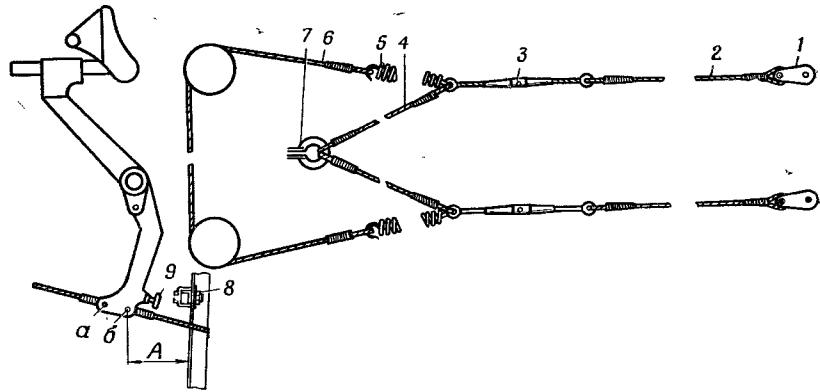
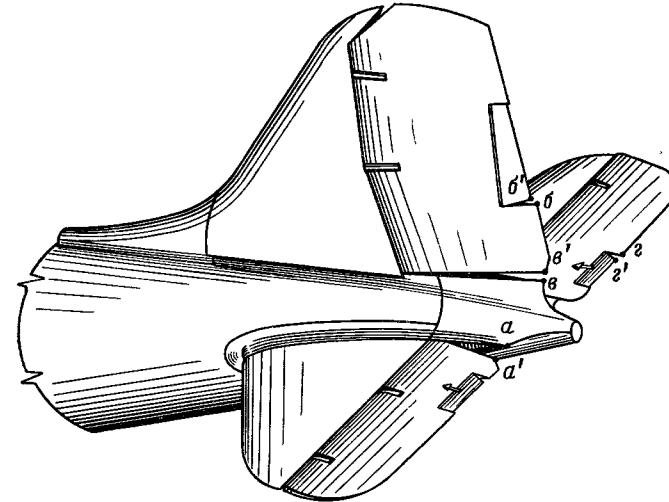
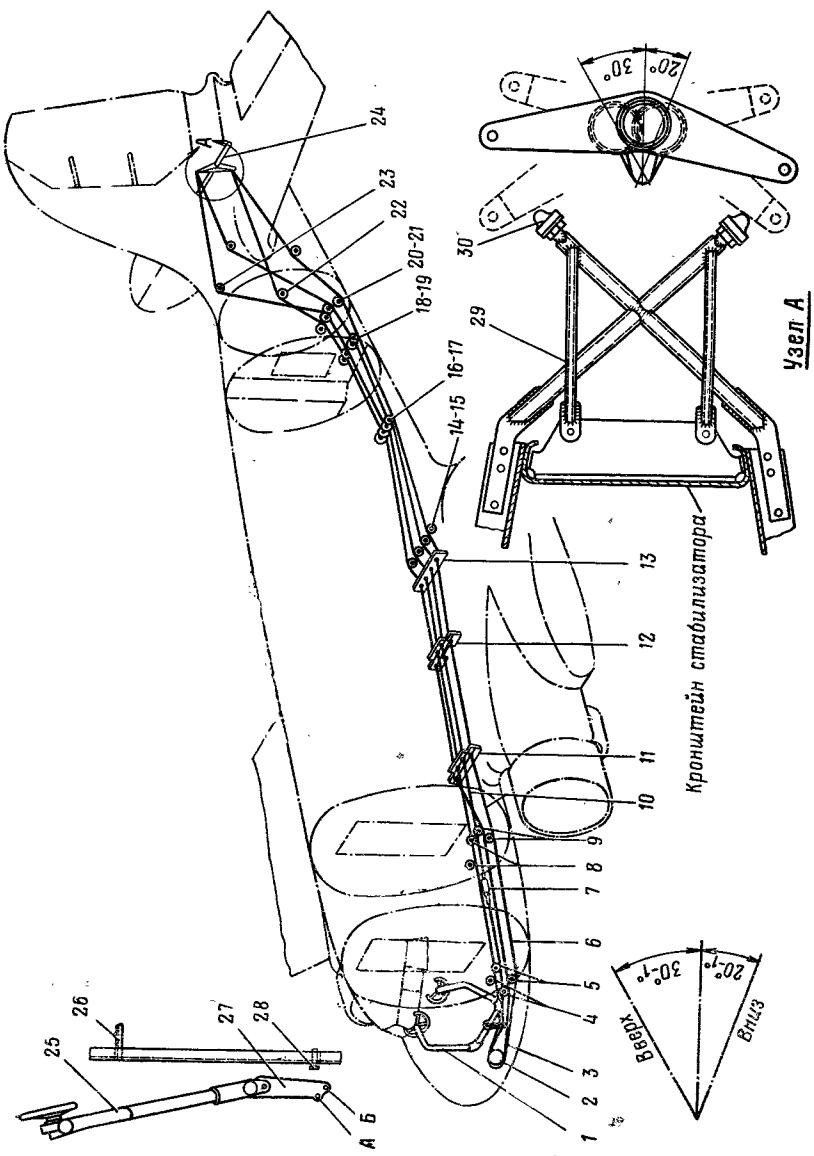

Рис. 63. Система тросов упора руля поворота:
Рис. 64. Схема регулировки оперения
Рис. 65. Схема управления рулём высоты:
1. Ослабить тандеры системы тросов упора (рис. 63).
при котором каждая пара педалей находится на одном уровне, руль поворота составляет продолжение киля (точки *b* и *b'* на рис. 64 совпадают по вертикали) и размер *A* (рис. 63) равен 127 ± 3 мм.
4. Отрегулировать винты упора 9 педалей, находящиеся в рычагах, так, чтобы максимальное отклонение руля поворота вправо и влево от нейтрального положения составляло 680_{-23} мм или в градусном измерении 30°_{-1} , считая по задней кромке руля между точками *b* и *b'* (рис. 64).
5. Отрегулировать тандерами систему тросов упора (рис. 63) таким образом, чтобы отклонение руля в каждую сторону уменьшилось на 20 мм.
6. Проверить окончательное отклонение руля поворота от нейтрального положения. Оно должно быть равно 660₋₂₃ мм в правую и левую стороны (по нижней точке задней кромки — точки *b* и *b'* на рис. 64).
1. Установить при ослабленных тросах руль и штурвальную колонку в нейтральное положение: штурвальная колонка 1 (рис. 65) отклонена вперед на 13° от вертикали, руль является продолжени-
ем стабилизатора (точки *a* и *a'* на рис. 64 совпадают по горизонтали).
3. При предельном отклонении руля высоты вниз на 20°_{-1°} от нейтрального положения (в линейных размерах на 206₋₁₀ мм от задней кромки руля между точками *a* и *a'* на рис. 64) отклонение штурвальной колонки вперед от себя должно ограничиваться упором рычага 27 (рис. 65) штурвальной колонки в упорный болт 28.
При предельном отклонении руля высоты вверх на 30°_{-1°} от нейтрального положения (в линейных размерах на 308₋₁₀ мм от задней кромки руля между точками *a* и *a'* на рис. 64) отклонение штурвальной колонки назад на себя должно ограничиваться упором упорного болта 25 (рис. 65) в кронштейн 26 на шлангоуте фюзеляжа. Кроме того, на стабилизаторе установлен ограничитель отклонений руля высоты 29, снабженный двумя регулирующимися резиновыми упорами 30.
3. Убедиться в соответствии отклонений триммеров показаниям индикаторов. Величины нормальных отклонений триммеров приведены в табл. 4, где линейные размеры даны для триммера руля поворота — между точками *б* и *б'*, для триммеров руля высоты — между точками *г* и *г'* (рис. 64), а для триммера элерона — по внутренней задней кромке элерона.